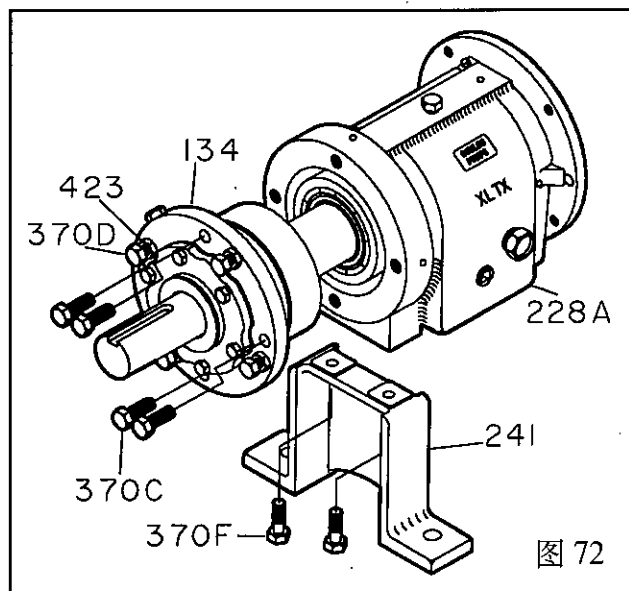

图 72
1. 拧去轴承箱和支脚间的连接螺栓(370F), 并拆去支脚(241)(图 72)。